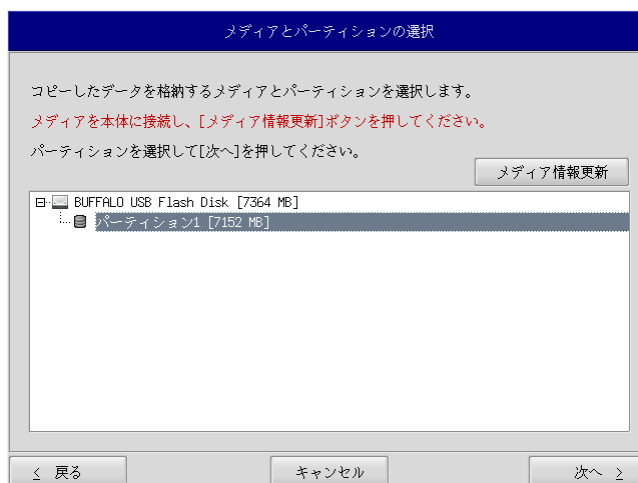

図 5-3-2. メディアとパーティション選択画面
- ⑥ メディアとパーティション選択画面（図 5-3-2）が表示されます。本体にメディアを接続し、[メディア情報更新] ボタンを押してください。バックアップファイルを保存するメディアのパーティションを選択し、[次へ] ボタンを押します。